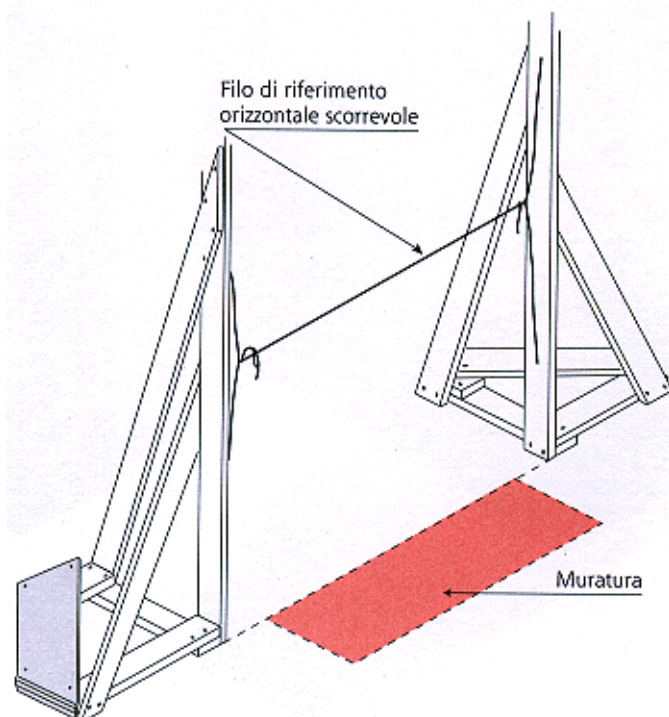

fig. 18 Calandri e filo orizzontale allineato alla muratura
- delimitare inizialmente la posizione del muro per mezzo di un filo teso in corrispondenza del bordo esterno della muratura (per murature con intercapedine saranno necessari due fili) (fig. 18)